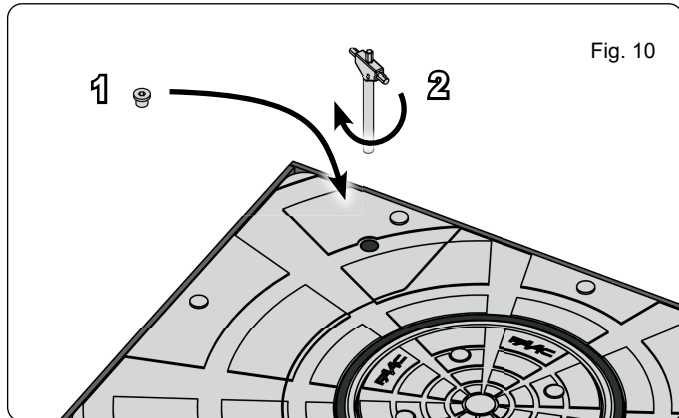

Fig. 10
2. Girar em sentido horário até atingir o batente mecânico (Fig. 10, referência 1).
3. Aparafusar novamente o parafuso de fechamento situado na parte superior do dissuasor (Fig. 10, referência 2).